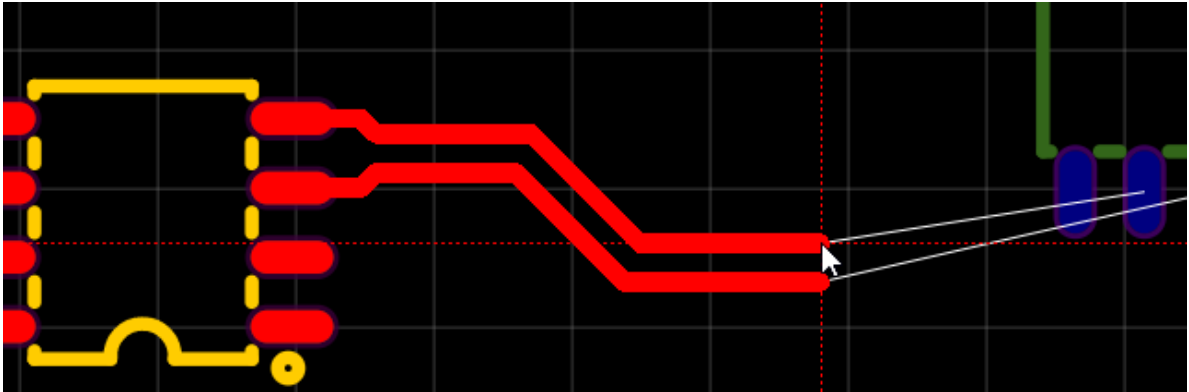

Рис.3.35 Трассировка дифференциальной пары
4. Выполните трассировку (Рис.3.35)